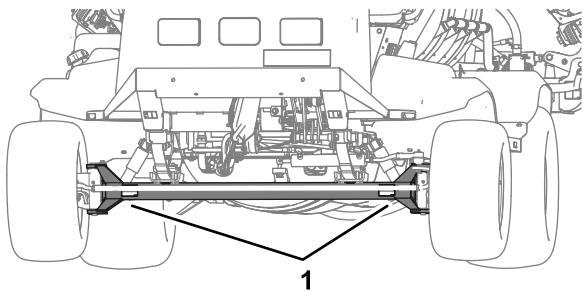
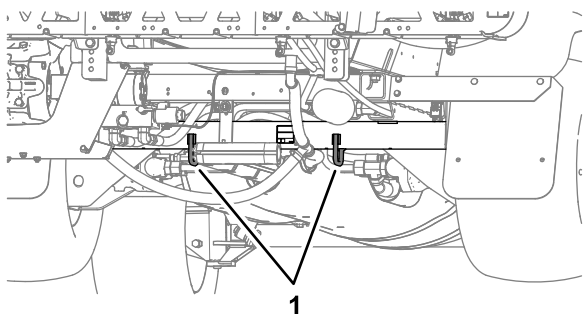

Рисунок 54
Рисунок 55
- Надежно прикрепите машину к транспортному автомобилю; на Рисунок 54 и Рисунок 55 показаны скобы для крепления машины.